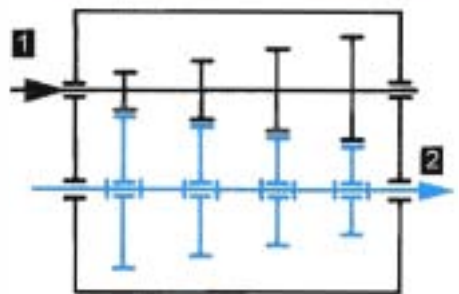

Figure 3.3 • Engrenages élémentaires à deux arbres.
- un montage d'engrenages sur deux arbres parallèles (figure 3.3) ;